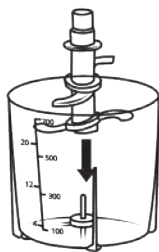
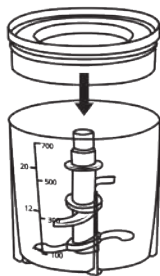

Рис. 2
Рис. 3
- Поставьте чашу (5) на ровную, сухую и устойчивую поверхность;
- Разместите ножи (4) на ось (7) на дне чаши (5) (Рис. 2);
- Поместите ингредиенты в чашу (5);
**ВНИМАНИЕ!** Не переполняйте чашу (5)! Уровень наполнения чаши (5) чоппера не должен превышать отметки 700 ml. Используйте мерную шкалу (8) на чаше (5).
- Закройте чашу (5) крышкой (3) (Рис. 3);